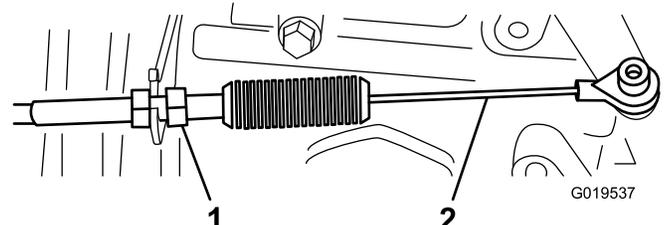
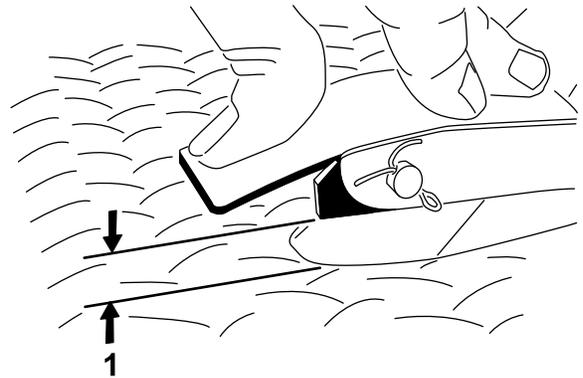

図 67
図 68
2. ペダル中央部を 11.3 kg の力で踏んだときに、ペダルと床のすきまが 2.54~6.35 mm となるようにアクセル・ケーブル（図 67）のボール・ジョイントを調整する（図 68）。ロックナットを締めつける。